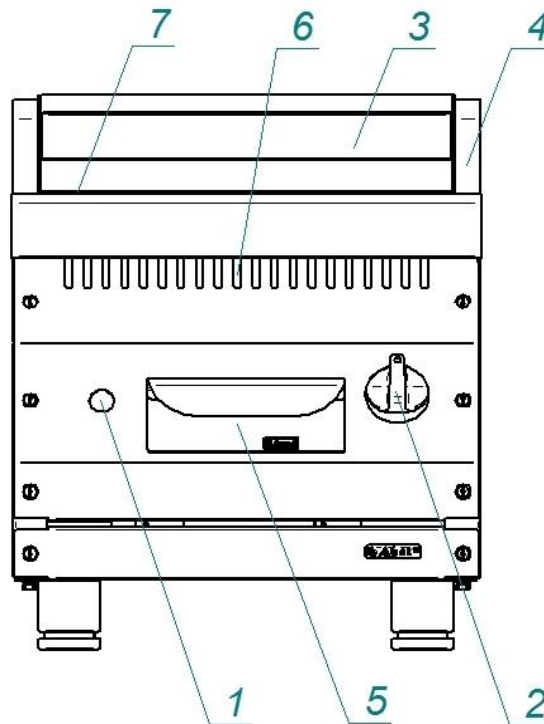

Рис. 1.Лаво-гриль
4.1. Устройство газового гриля показано на Рис. 1.
Нажмите на ручку крана горелки и поверните ее против часовой стрелки, установив символ искры зажигания ★ напротив метки на панели управления (рис. 2а). Нажав до упора, одновременно произведите поджог газа при помощи пьезорозжига. Удерживайте ручку крана в течение не менее 15 секунд, после чего отпустите. После проведения вышеуказанных операций необходимо проконтролировать наличие горения газа, для чего необходимо посмотреть в смотровое окно 6 (рис.1), в котором можно наблюдать наличие пламени. Пламя должно быть устойчивым. Если пламя не горит, повторите операцию.